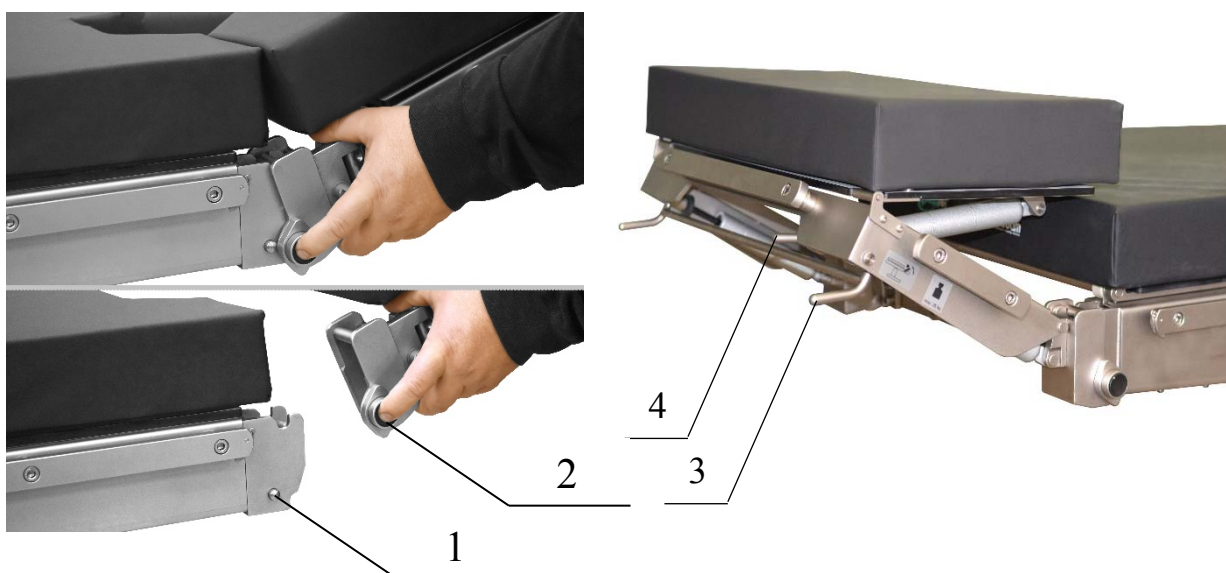

Рисунок 8. Головная секция на газовых пружинах.
- Поднимите вверх рукоятку 3, расположенную под головной секцией (Рисунок 8). При этом произойдет разблокирование газовых пружин, и головная секция поднимется вверх. Установите необходимый наклон головной секции и отпустите рукоятку 3.
- Нажмите рукоятку 4, расположенную под головной секцией (Рисунок 8). Произойдет разблокирование газовой пружины, и подушка головной секции совершит второй наклон. Установите необходимый наклон подушки и отпустите рукоятку 4.